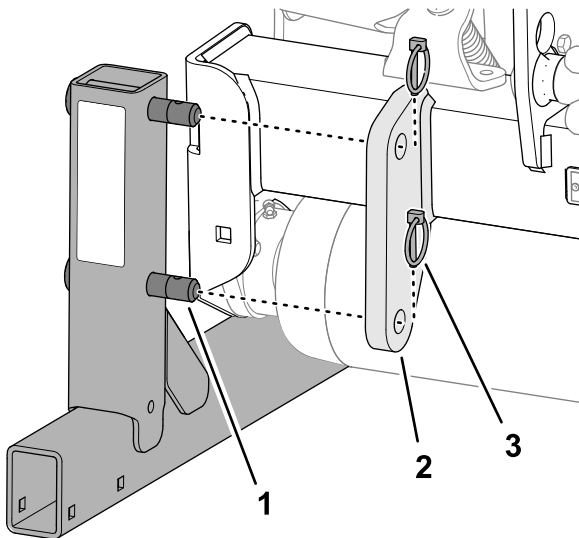

Bild 20
2. Entfernen Sie die beiden Klappstecker, mit denen der Ständer an der Ständerhalterung am Anbauvorrichtungrahmen der Maschine befestigt ist (Bild 20).
5. Setzen Sie die Klappstecker (von den losen Teilen) während der Einlagerung in die Ständerstifte (Bild 20).